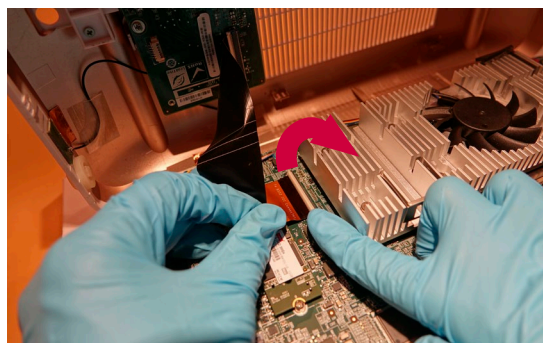

Figura 11 Scollegare il cavo FPC
j) Scollegare il cavo FPC (Figura 11)